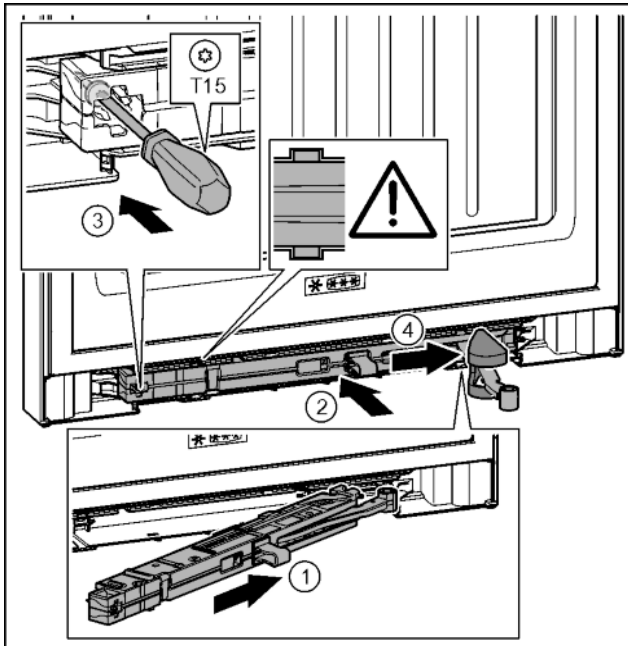

Fig. 39
- Introduire à fond l'amortisseur de fermeture du côté du support de palier dans la rainure en l'inclinant. Fig. 39 (1)
- Enfoncer complètement l'amortisseur de fermeture dans la rainure. Fig. 39 (2)
- Serrer la vis avec un tournevis T15. Fig. 39 (3)
- Pousser le cache sur la charnière. Fig. 39 (4)